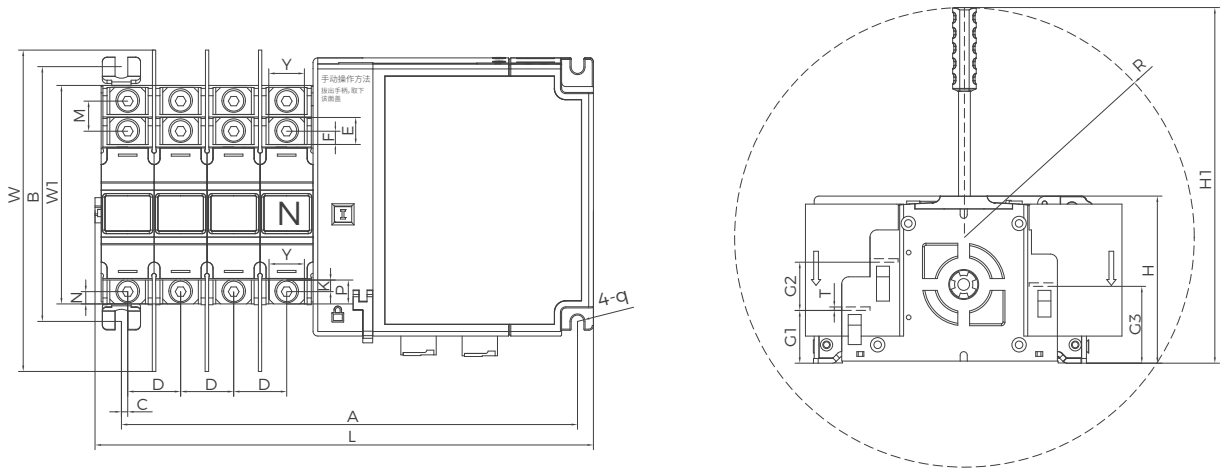

图 4 BQ3A-63 开关本体外形尺寸和安装尺寸
10.1 开关本体外形尺寸和安装尺寸（见图 4、图 5 和表 8、表 9）